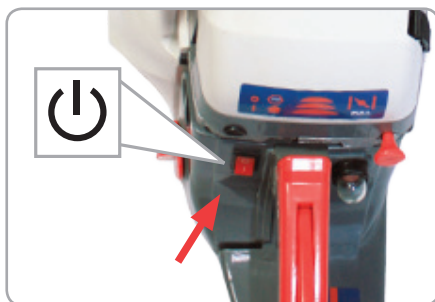

Fig.10
- Puneți comutatorul în poziția „I” (fig.10).